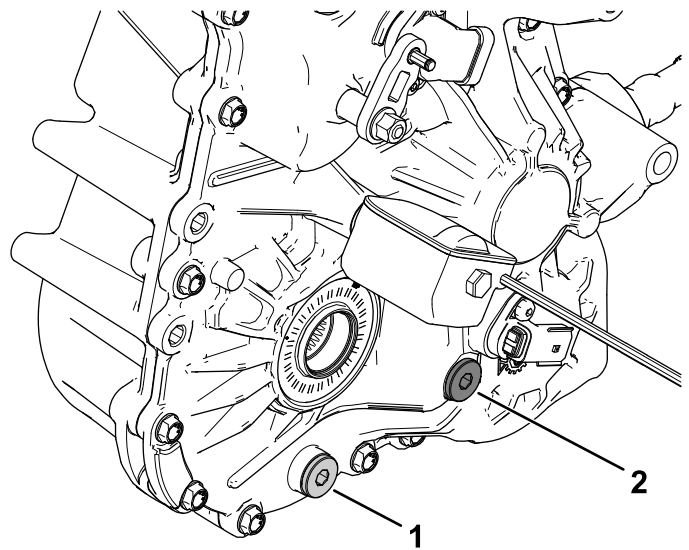

Bild 117
4. Entfernen Sie die Füllschraube am Getriebe (Bild 117).
5. Wenn der Ölstand niedrig ist, nehmen Sie die Füllschraube ab und füllen Sie die angegebene Ölsorte ein, bis das Öl aus dem Loch ausläuft (Bild 117).
1. Stellen Sie eine Auffangwanne unter die Ablassschraube (Bild 117).
2. Entfernen Sie die Füllschraube (Bild 117).
3. Entfernen Sie die Ablassschraube und lassen Sie das Öl vollständig ablaufen (Bild 117).